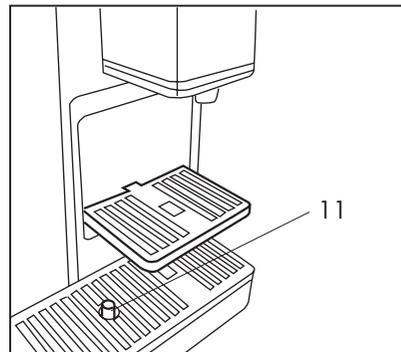

Fig. 18
Quand le flotteur du niveau bac rouge (11) dépasse du trou (Fig. 18) cela indique que l'eau recueillie dans le bac est arrivée au niveau maximal. Extraire le récipient de capsules (6), vider le bac, nettoyer soigneusement et replacer le bac avec le récipient de capsules.